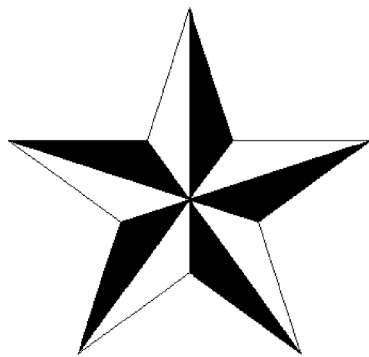

图 3-28 五角星绘制完成
2) 在图案中选择作为填充图案, 按回车键, 完成填充效果, 五角星绘制成功, 如图 3-28 所示。